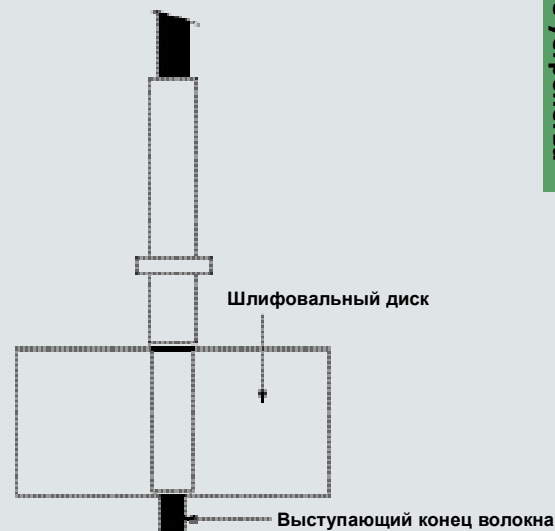

Рис. 6. Шлифовальный диск с направляющей для втулки разъема
- Вставьте контакт в шлифовальный диск (**CLDL**), как показано на рис. 6. Работайте над гладкой поверхностью (например, лист стекла). Используя шлифовальную бумагу зернистостью 1000, отшлифуйте выступающее оптоволокно. Затем отполируйте его с помощью шлифовальной бумаги зернистостью 4000.